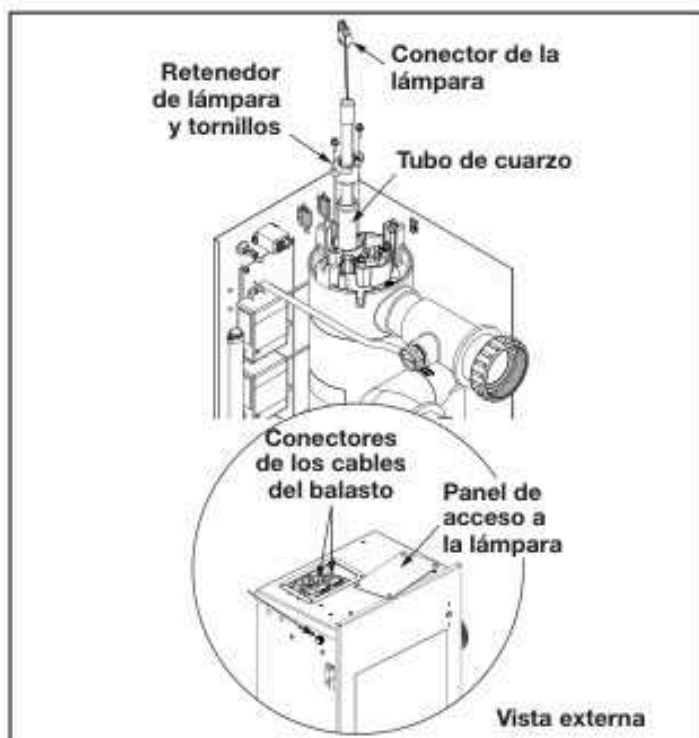

Figura 6. Subconjunto del reactor UV
2. Use un destornillador Phillips para quitar los cuatro (4) tornillos que sujetan la tapa de acceso. Consulte la Figura 6.
4. Desenchufe los conectores de la lámpara de los conectores de los cables del balasto. Luego, sujete los cables de la lámpara UV y tire suavemente hasta que la parte superior de la lámpara UV pase las pestañas del retenedor de la lámpara. Consulte la Figura 6.
2. Ubique el panel de acceso a la lámpara UV en la parte superior del sistema AOP Jandy. Retire los cuatro (4) tornillos con un destornillador Phillips y quite el panel. Consulte la Figura 6.
- Ubique el panel de acceso a la lámpara UV en la parte superior del sistema AOP Jandy. Retire los cuatro (4) tornillos con un destornillador Phillips y quite el panel. Consulte Figura 6: Vista externa.
- Desenchufe los conectores de las lámparas de los conectores de los cables del balasto. Consulte la Figura 6.